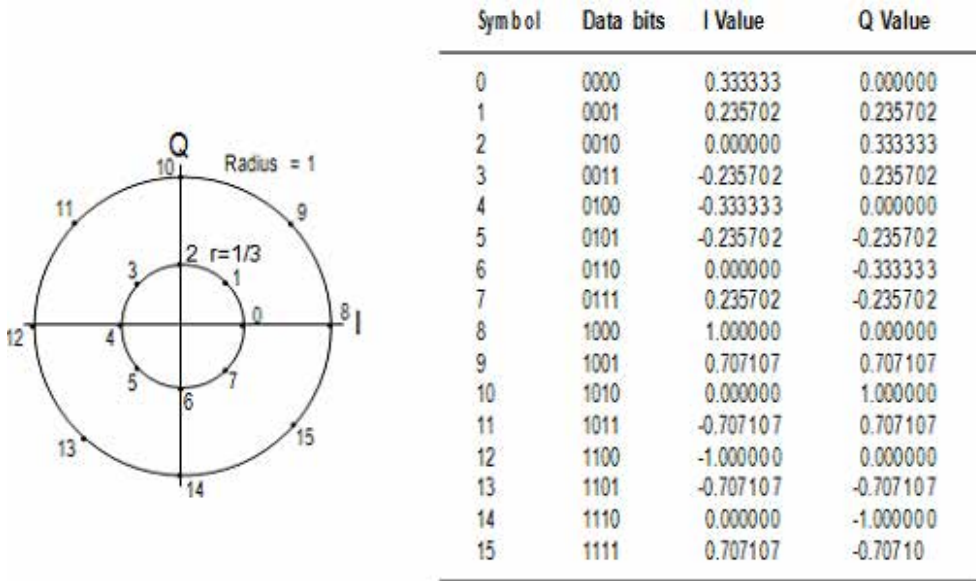

Рис. 11-25 Диаграмма и таблица схемы модуляции STAR QAM
Используя эти гибкие возможности, вы можете создавать уникальные схемы модуляции. Например, вы можете легко реализовать круговую структуру созвездия (которую называют STAR QAM) и сохранить ее в памяти для последующей загрузки в генератор модулирующих сигналов I/Q в реальном времени. Как показано на рис. 11-25, структура STAR QAM имеет 16 состояний, или символов. Каждый символ задается четырьмя битами данных. Таким образом, диаграмма и таблица равнозначны.
3. С помощью цифровой клавиатуры и клавиш со стрелками введите значения I и Q, представленные на рис. 11-25. Нажмите клавишу **Display IQ Map**, чтобы проверить ваш ввод и скорректировать (если нужно) ошибки ввода.